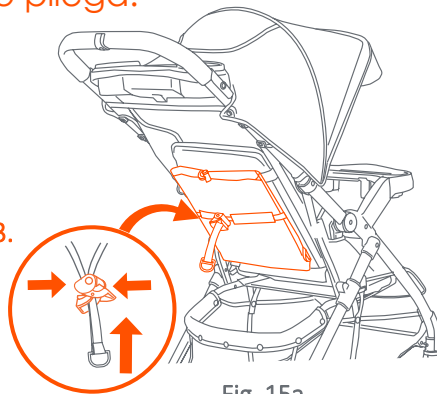

Fig. 15a
**NOTA:** Antes de plegar la carriola, la bolsa de almacenamiento debe cerrarse y comprimirse. Consulte el paso 12d. (Fig. 15a).